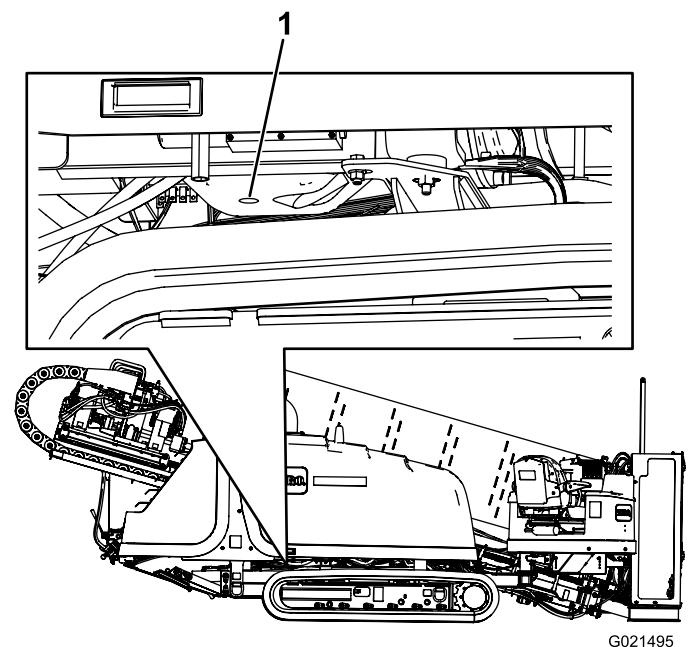

Bild 87
2. Nehmen Sie die Ablassschraube ab (Bild 87).
7. Setzen Sie die Ablassschraube auf das Ablass-Anschlussstück (Bild 87).